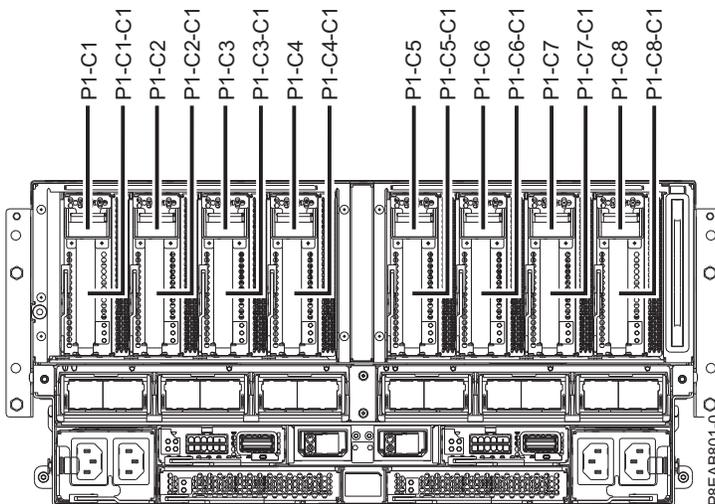

Abbildung 13. Positionen der PCIe-Adaptersteckplätze im System
1. Bestimmen Sie den Steckplatz, in dem Sie einen PCIe-Adapter installieren möchten. In Die PCIe-Adaptersteckplätze befinden sich an der Rückseite eines Systems. Abb. 13 werden die Positionscodes der PCIe-Adapter angezeigt.